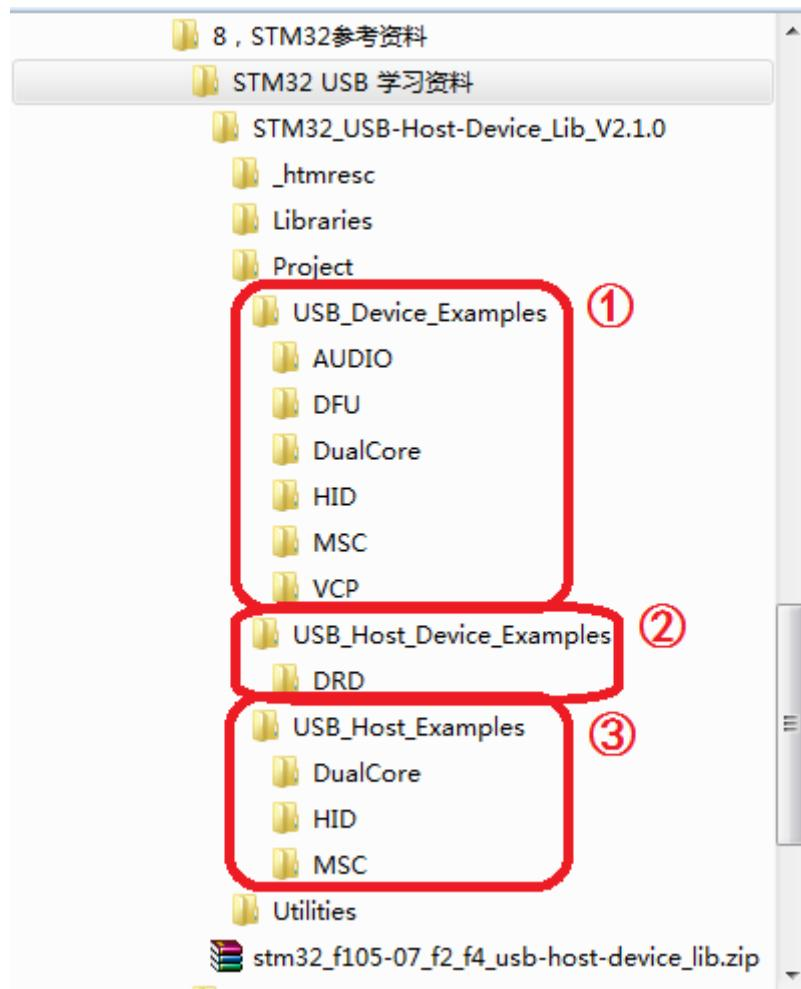

图 56.1.2 ST 提供的 USB OTG 例程
ST 提供的 USB OTG 库，可以在：<http://www.stmcu.org/download/index.php?act=ziliao&id=150> 这里下载到 (UM1021)。不过，我们已经帮大家下载到开发板光盘：8，STM32 参考资料 → STM32 USB 学习资料，文件名：stm32_f105-07_f2_f4_usb-host-device_lib.zip。该库包含了 STM32F4 USB 主机 (Host) 和从机 (Device) 驱动库，并提供了 10 个例程供我们参考，如图 56.1.2 所示：
如图 56.1.2 所示, ST 提供了 3 类例程: ①即设备类 (Device, 即 Slave)、②主从一体类 (Host_Device) 和③主机类 (Host), 总共 10 个例程。整个 USB OTG 库还有一个说明文档: CD00289278.pdf (在光盘有提供), 即 UM1021, 该文档详细介绍了 USB OTG 库的各个组成部分以及所提供的例程使用方法, 有兴趣学习 USB 的朋友, 这个文档是必须仔细看的。